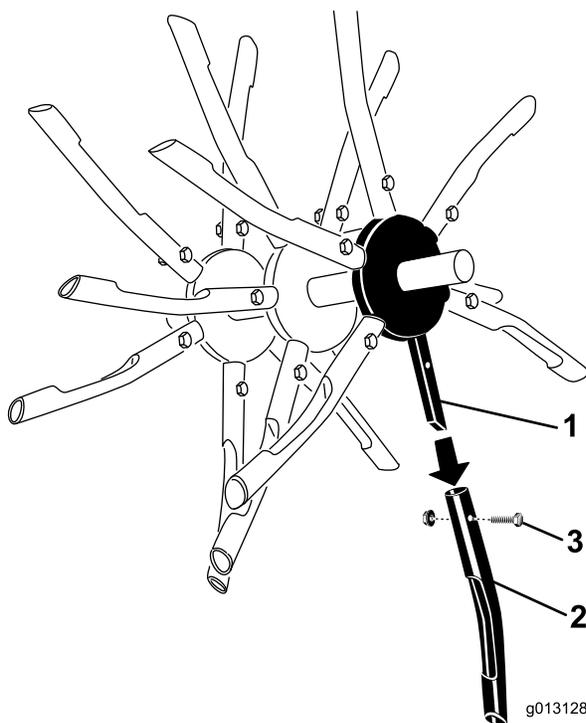

Рисунок 73
1. Отверните фланцевую контргайку и болт, которые крепят зуб к втулке, и снимите зуб (Рисунок 73).